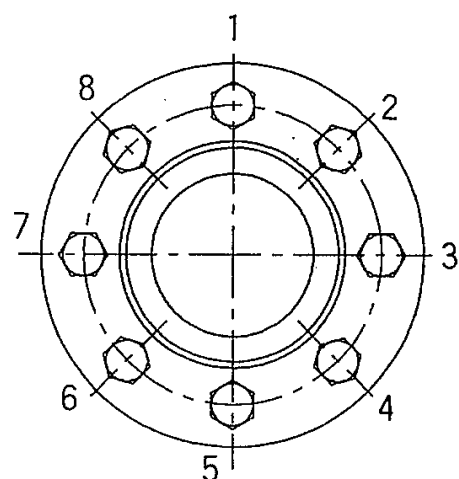

図 3 ボルトの締付け順序例
4. 他の締付ボルトを図 3 に示す順番にて、所定の締付けトルク MA の約 $1/4$ 程度で、締付け角度約 30 度ずつ締付けてください。